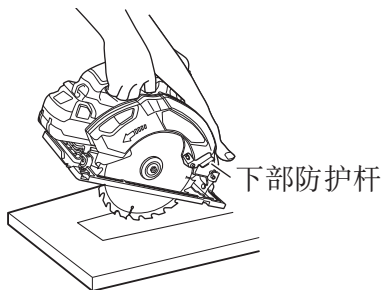

图31
- (1) 用线在各面清楚地标记出锯割部分。（参见图31）
- (2) 根据要锯割的材料调整深度。
- (3) 如图31所示，一直向后推动控制杆，使刀刃露出。